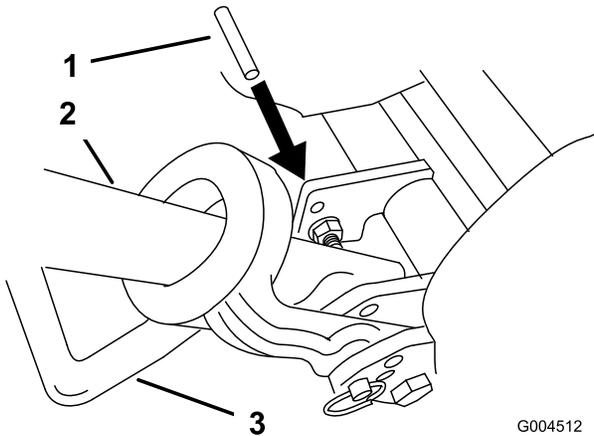

Figura 3
2. Baje el soporte de pie. Inserte un pasador o similar de 6,4 mm de diámetro en el taladro del bastidor situado por encima del perno de montaje del soporte de pie (Figura 3).